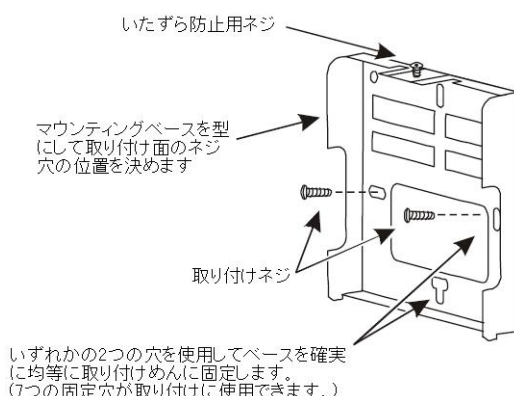

図 2. 取付ネジの位置決め
- (2) 取付ベースをテンプレートとして使用し、取付面のネジ穴の位置に印を付けます。(図2参照)
- (3) 印を付けた各位置に下穴を開けます。壁に取り付ける場合は、アンカーを付けます。
- (4) ネジで表面に取付ベースを固定します。